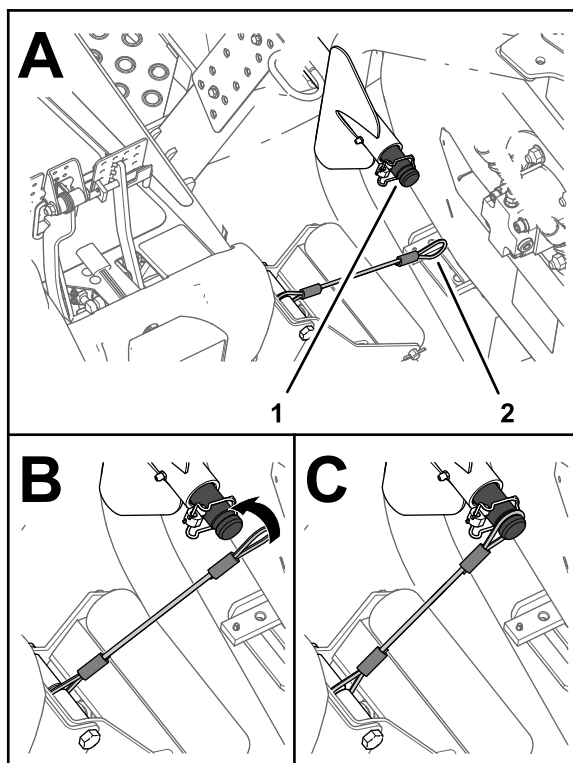

Figure 65
5. Placez le cordon devant l'arbre porteur du bras de levage de l'unité de coupe extérieure avant (Figure 65).
6. Enfilez la boucle du cordon sur l'arbre porteur et engagez-le complètement dans la gorge de l'arbre (Figure 65).